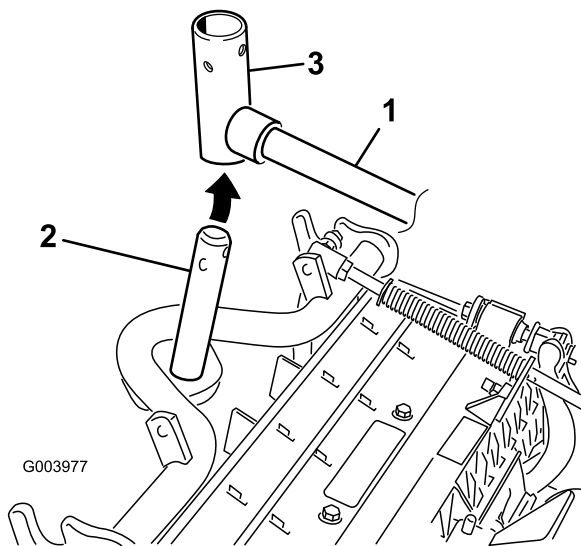

図 8
8. フロントに取り付けるCuttingユニットは、昇降アームの下に入れるときにキャリア・フレームのシャフトを立てて昇降アームのピボット・ヨークに挿入する（図 8）。
- B. 昇降アームのヨークをキャリア・フレームのシャフトに通す (図 8)。